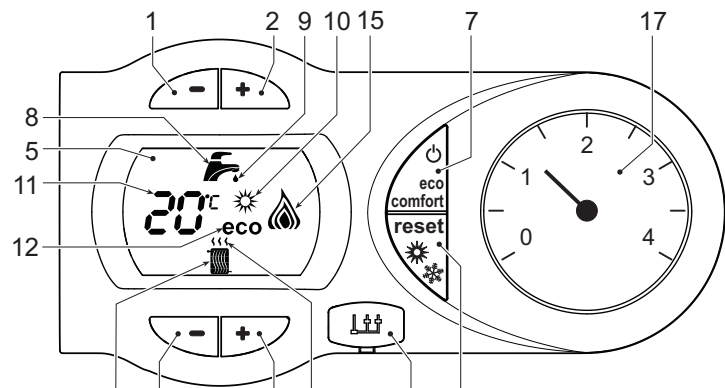
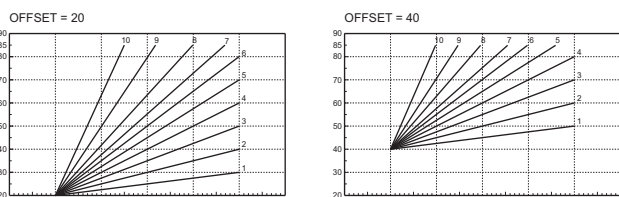
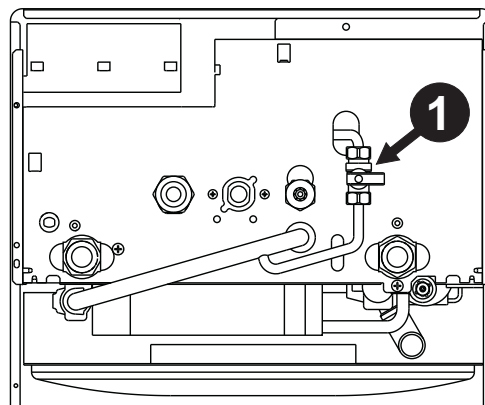

рис. 1 - Панель управления
рис. 6 - Пример параллельного смещения компенсационных характеристик
рис. 7 - Кран для заливки воды
**Условные обозначения на панели управления рис. 1**
На дисплее (поз. 11 - рис. 1) высвечивается текущая температура воды, подаваемой в систему отопления, а во время ожидания отопления - символ "d2".
На дисплее (поз. 11 - рис. 1) высвечивается выходная температура воды в контуре ГВС, а во время ожидания выдачи воды ГВС - символ "d1".
О поступлении команды на переключение в режим (восстановление внутренней температуры котла) предупреждает мигание индикатора, расположенного под краном. На дисплее (поз. 11 - рис. 1) высвечивается температура воды в котле.
В случае неисправности (см. сар. 4.4) на дисплее отображается код неисправности (поз. 11 - рис. 1) и во время ожидания - надписи "d3" и "d4".
Нажмите кнопку "Вкл/Выкл" (поз. 7 - рис. 1) на 5 секунд.
Когда котел выключен, на электронный блок продолжает подаваться электрическое питание. При этом не происходит нагрева воды для систем отопления и ГВС. Остается активной система защиты от замерзания. Для повторного включения котла снова нажмите кнопку "Вкл/Выкл" (поз. 7 рис. 1) на 5 секунд.
Нажмите кнопку "Лето"/"Зима" (поз. 6 - рис. 1) на 2 секунды.
На дисплее высветится символ "Лето" (поз. 10 - рис. 1): При этом котел будет вырабатывать только воду для ГВС. Остается активной система антизамерзания.
Для выключения режима "Лето" вновь нажмите кнопку "Лето"/"Зима" (поз. 6 - рис. 1) на 2 секунды
Температура в системе отопления регулируется в пределах от 30°C до 85°C с помощью кнопок рис. 1 (дет. 3 и 4 - ); однако, не рекомендуется эксплуатировать котел при температуре ниже 45 °C.
Температура рис. 1в системе ГВС регулируется в пределах от 40°C до 55°C с помощью клавиш (поз. 1 и 2 - ).
Данное устройство может быть отключено пользователем (режим ECO), нажав клавишу **eco/comfort** (поз. 7 - рис. 1). При работе в режиме ECO на дисплее высвечивается соответствующий символ (поз. 12 - рис. 1). Для включения режима "КОМФОРТ" снова нажмите кнопку "Экономичный"/"Комфорт" (поз. 7 - рис. 1).
В режиме плавающей температуры величина, заданная с помощью кнопок регулировки температуры в системе отопления (Поз.3 - рис. 1), становится максимальной температурой воды, подаваемой в систему отопления. Рекомендуется устанавливать ее на максимальную величину, чтобы позволить системе выполнять регулировку во всем полезном рабочем диапазоне.
При нажатии на 5 секунд кнопки "СБРОС" (поз. 6 - рис. 1) открывается доступ в меню "Плавающая температура"; при этом на дисплее мигает символ "CU".
Используйте кнопки регулировки воды ГВС (поз. 1 - рис. 1) для выбора нужной компенсационной характеристики от 1 до 10. При установке характеристики на 0, режим "плавающей температуры" отключается.
При нажатии кнопок регулировки температуры отопления (поз. 3 - рис. 1) открывается доступ к параллельному смещению характеристик; при этом на дисплее мигает символ "OF". Используйте кнопки регулировки воды ГВС (поз. 1 - рис. 1) для параллельного изменения кривых в соответствии с характеристикой (рис. 6).
При повторном нажатии на 5 секунд кнопки "Сброс" (поз 6 - рис. 1) осуществляется выход из меню "Плавающая температура".
Выбор режимов "ЭКОНОМИЧНЫЙ"/"КОМФОРТ"	При отключении режима ГВС с пульта ДУ котел устанавливается в режим "Экономичный" (ECO). В этих условиях кнопка "Экономичный"/"Комфорт" (поз. 7 - рис. 1) на панели управления котла заблокирована. При включении режима ГВС с пульта ДУ с таймером котел устанавливается в режим "Комфорт". В этих условиях с помощью кнопки "Экономичный"/"Комфорт" (поз. 7 - рис. 1) на панели управления котла можно выбрать любой из этих двух режимов.
Давление напора при заполнении холодного контура, считанное гидрометром котла (поз. 17 - рис. 1), должно составлять приблизительно 1,0 бар. Если во время работы давление воды в системе упадет до величины ниже минимально допустимой, котел будет остановлен и на дисплее высветится ошибка F37. С помощью крана для заливки воды (поз. 1 рис.7) довести давление до первоначального значения. По окончании операции всегда закрывайте кран заливки воды.